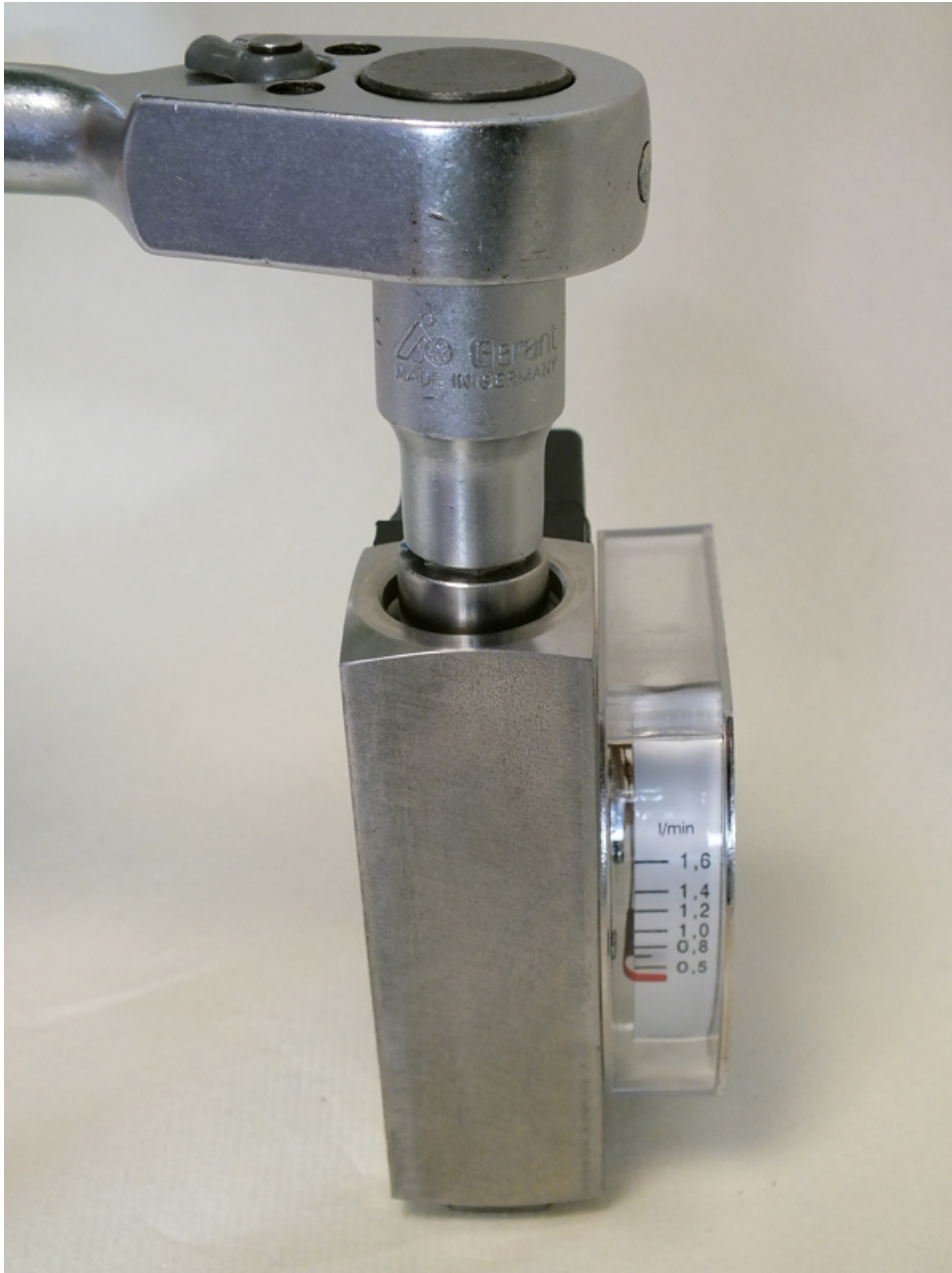

Abb. 62: Gewinding (Ausgang) festziehen
9. Gewinding (Ausgang) mit Hilfe des Eindrehwerkzeug-Gewinding einschrauben und mit Drehmoment-Steckschlüssel festziehen (Abb. 62), dabei Anziehdrehmoment beachten (→ Kapitel 11.1 „Anziehdrehmomente“ auf Seite 97)